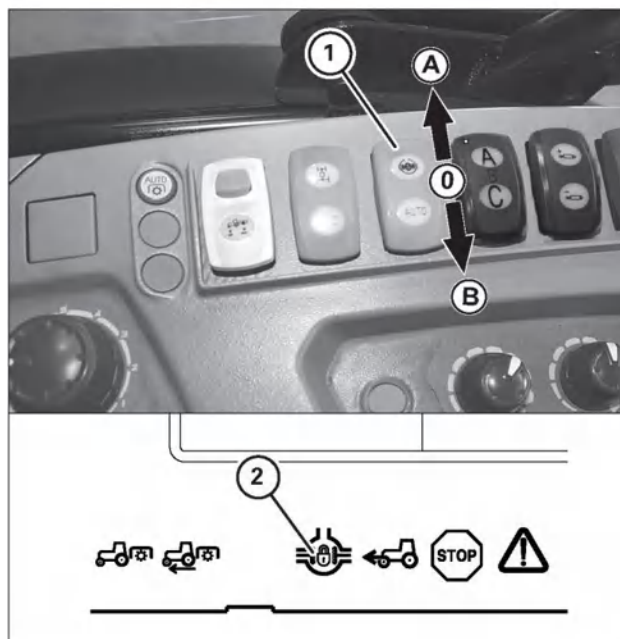

Рис. 5-42
2. Переведите переключатель (1) в положение (B) (рис. 5-42), тем самым включив автоматический режим. Переключатель остается в положении (B). Блокировка дифференциала еще не включена.